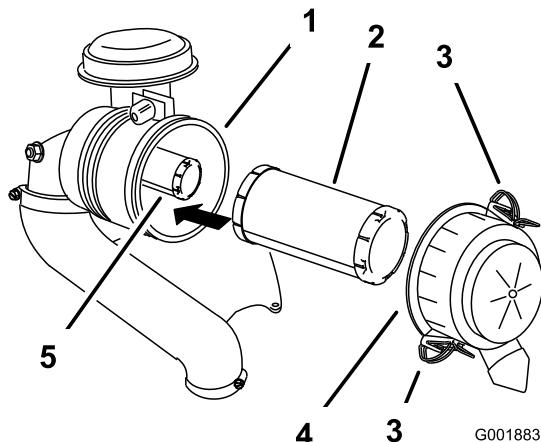

Figura 40
3. Rilasciate i dispositivi di fermo del filtro dell'aria e togliete il coperchio dal corpo del filtro (Figura 40).
5. Estraete con cautela il filtro primario dal corpo del filtro dell'aria (Figura 40).
2. Se sostituite il filtro interno, inseritelo con cautela nel corpo del filtro (Figura 40).
- Montate con cautela il filtro primario sul filtro di sicurezza (Figura 40).
- Montate il coperchio del filtro dell'aria e chiudete i fermi (Figura 40).